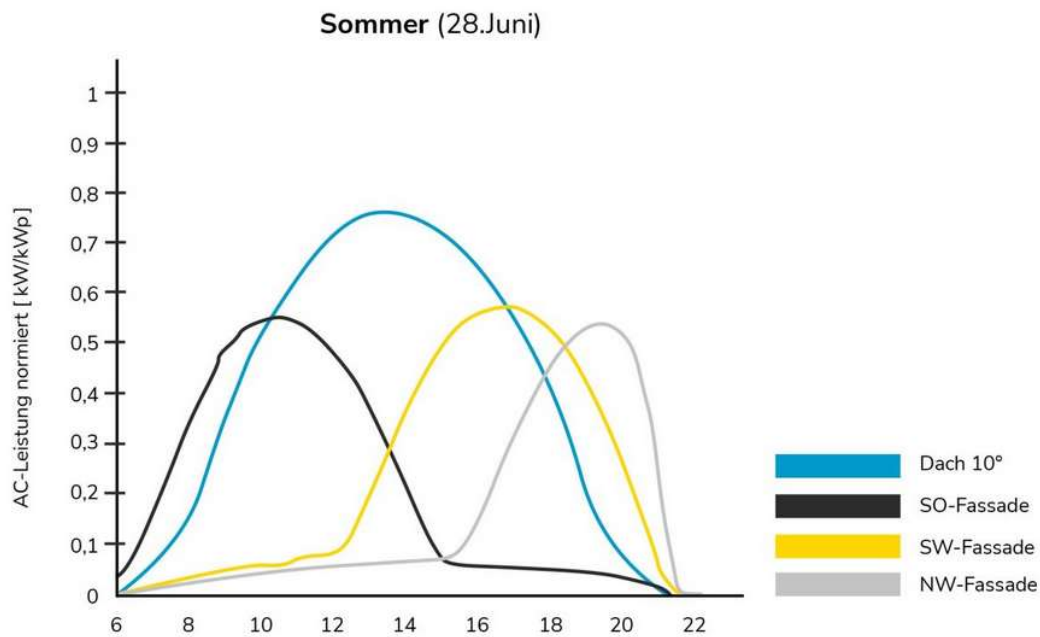

Abbildung 2: Tages-Stromerträge je verschiedener Ausrichtung und Neigungswinkel an einem Sommertag
- Abbildung 2: BIPV-Initiative BW